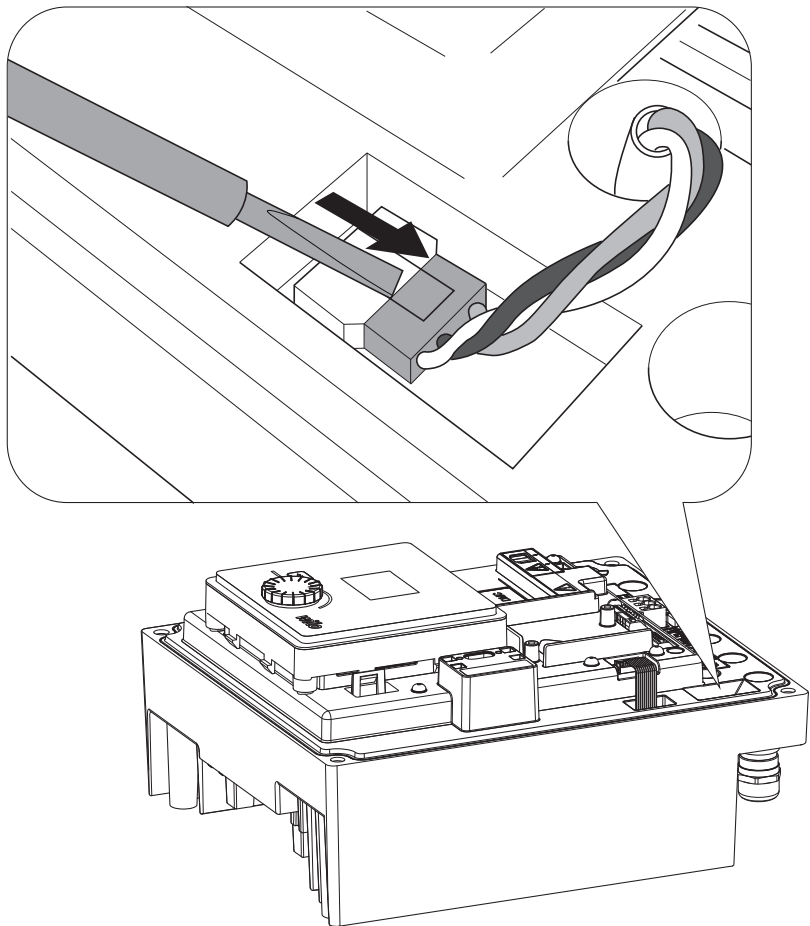

Fig. 46: Otpuštanje priključnog kabla ventilatora modula
- Izvucite priključni kabl ventilatora modula. (Fig. 46).